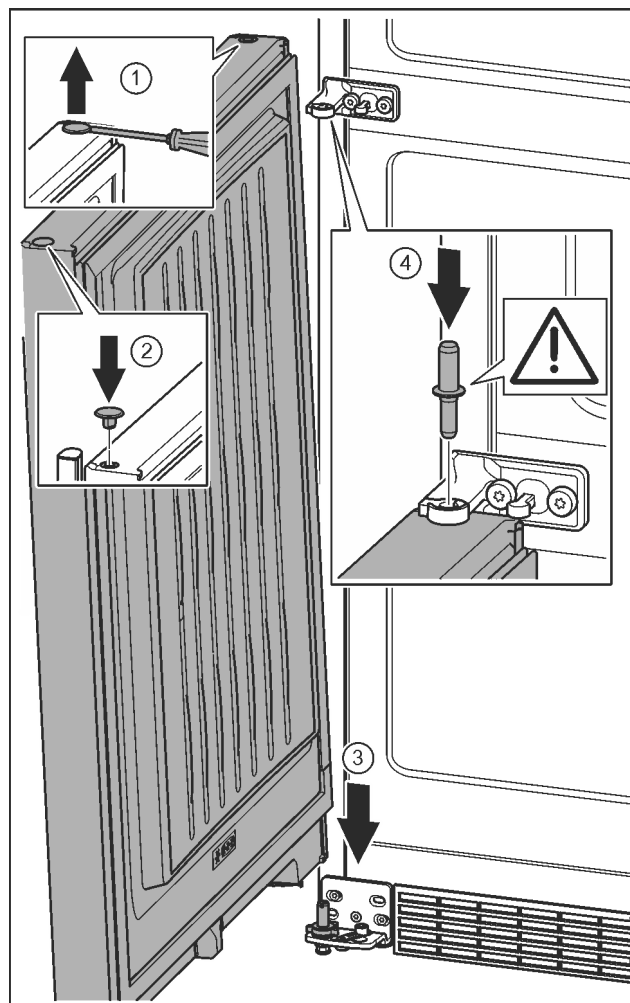

Fig. 22
- ▶ Zátku opatrně nadzvedněte plochým šroubovákem a vytáhněte. *Fig. 22 (1)*
- ▶ Zátku opět vložte na druhé straně dveří. *Fig. 22 (2)*
- ▶ Dveře nasadíte shora na dolní ložiskový čep. *Fig. 22 (3)*
- ▶ Prostřední ložiskový čep vložte do dolních dveří přes prostřední stojan ložiska. Přitom dávejte pozor, aby zajišťovací vačka směřovala dozadu. *Fig. 22 (4)*